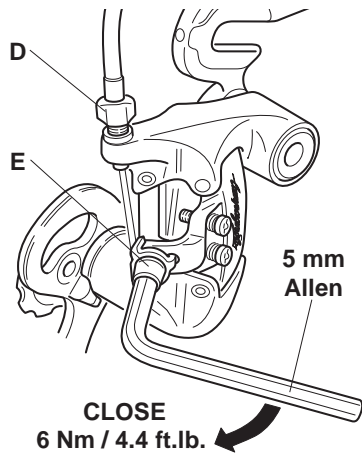
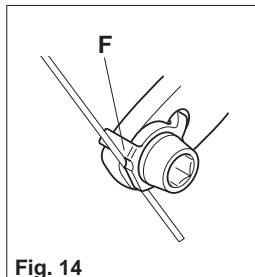

Fig. 13 6 Nm / 4.4 ft.lb.
Fig. 14
• Passare il cavo attraverso la vite di registrazione (D - Fig.13) e inserirvi l'estremità della guaina, fare passare il cavo sotto la piastrina (F - Fig.14) e bloccarlo avvitando la vite a brugola (E). Tagliare il cavo in eccesso a circa due centimetri dalla vite di bloccaggio e coprire l'estremità con un salvacavo.
• Pass the cable through the adjustment screw (D - Fig. 13) and insert the end of the casing; then pass the cable underneath the plate (F - Fig. 14) and clamp it by tightening the Allen screw (E). Cut the excess cable at about two cm. from the clamping screw and protect the end with a cable cap.
• Das Kabel durch die Justierschraube (D - Fig. 13) ziehen und das äußerste Ende der Hülle einführen, das Kabel unter das Plättchen (F - Fig. 14) durch führen, die Inbusklemmschraube (E) anziehen und so das Kabel festklemmen.
• Faites glisser le câble à travers la vis de réglage (D - Fig. 13) et insérez le bout de la gaine. Faites ensuite passer le câble sous la plaque du cadre (F - Fig. 14) et bloquez-le en serrant la vis (E). Coupez le câble en excès à environ deux centimètres de la vis de fixation et en couvrez le bout avec un nipple.
• Pasar el cable a través del tornillo regulador de tensión (D - Fig.13) e introducir la extremidad de la funda, pasar el cable bajo la placa (F - Fig.14) y fijarlo enroscando el tornillo allen (E). Cortar el cable en exceso aproximadamente a 2 cm del tornillo de fijación y cubrir la extremidad con un tope.
• Voer de binnenkabel door de afstelschroef (D - Fig. 13) en plaats het uiteinde van de buitenkabel; plaats vervolgens de binnenkabel onder de kabelklemmschroef (F - Fig. 14) en borg hem door de schroef aan te draaien met een inbussleutel (E). Knip het resterende deel van de binnenkabel 2 cm onder de klemmschroef af en bescherm het uiteinde met een kabelkapje.